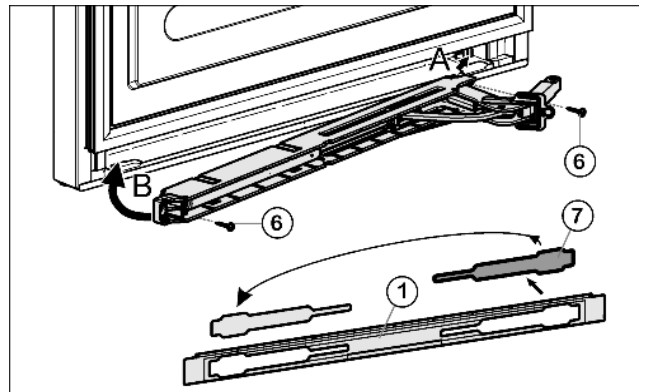

Fig. 12
- ▶ Desserrer le cache Fig. 12 (7) hors du panneau Fig. 12 (1) et le remettre en place de l'autre côté.
- ▶ Encliqueter l'unité d'amortisseurs de fermeture avec l'articulation orientée vers le côté de la charnière (A) et bien la guider pour la repositionner (B).
- ▶ Visser à fond l'unité d'amortisseurs de fermeture (2 x vis Torx 15) Fig. 12 (6).